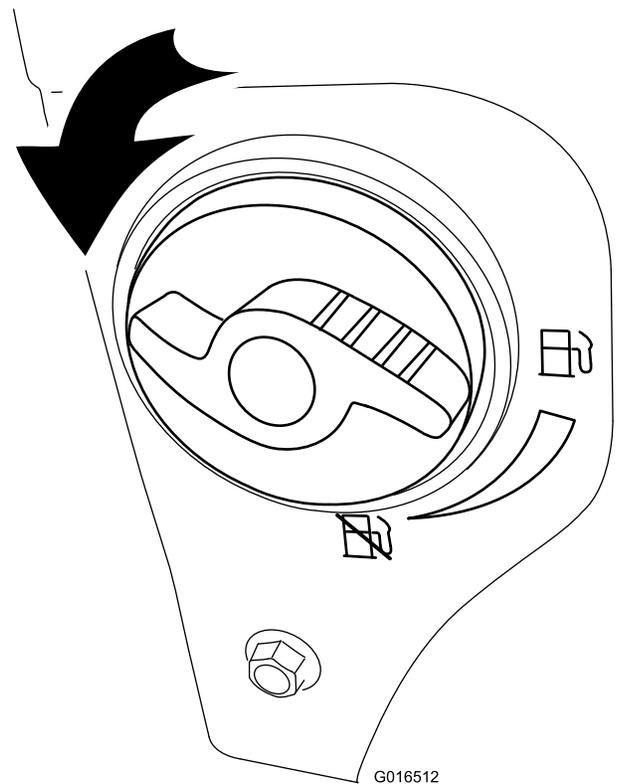

Figure 21
2. Ouvrez le robinet de carburant en le tournant de $\frac{1}{4}$ de tour dans le sens antihoraire (Figure 21).